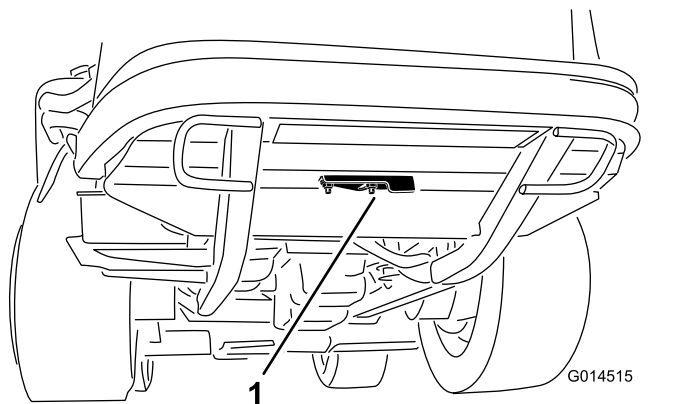

图46
2. 松开将清扫孔盖固定到后机架下面的凸缘螺母图46。将清扫孔盖旋转到一侧露出机架内的清扫孔。